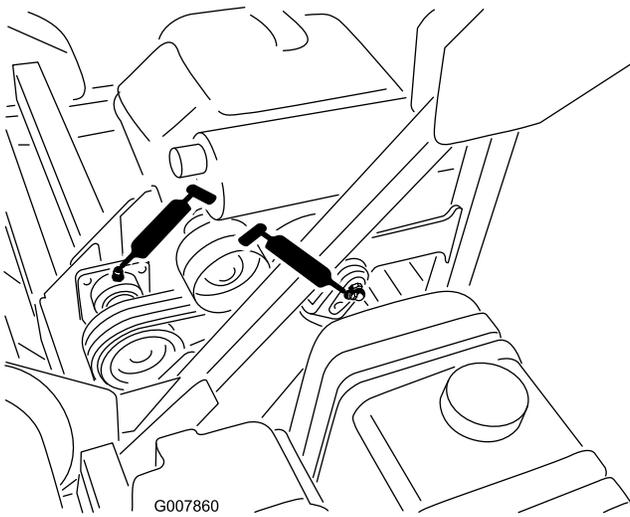

Figura 42
- Cilindro de elevação, Qtd. 2 (Figura 39 & Figura 42)
- Eixo do macaco, Qtd. 2 (Figura 42)